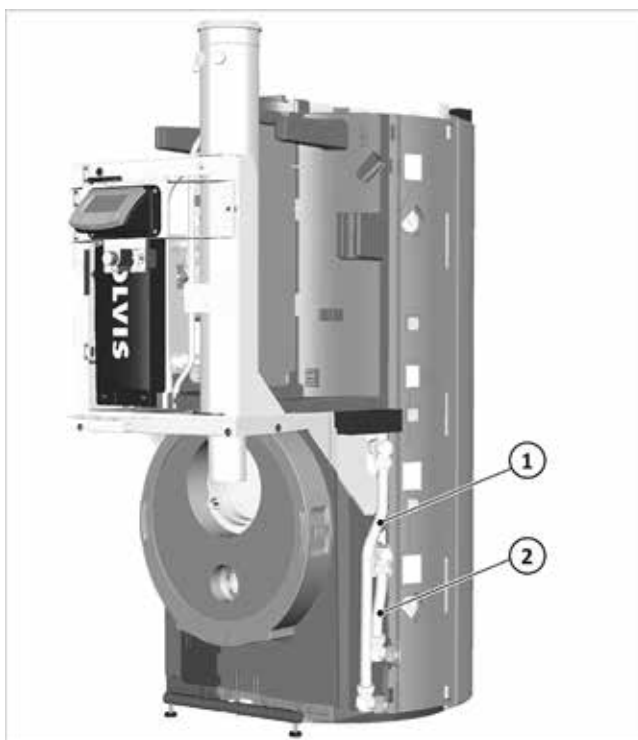

Fig. 35: Attacco H-VL (1) / H-RL (2) per SCR esterna
1. Smontare entrambi gli angoli sull'attacco di mandata e ritorno del riscaldamento (vedere ➔ fig. 35, pag. 20).